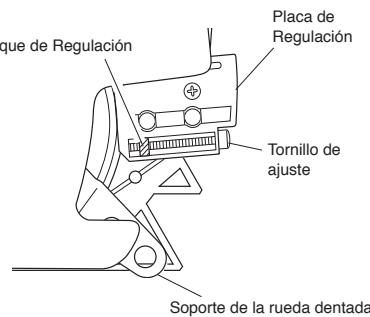

Figura 3 - *Ubicaciones de la Zona para el Ensamble de la Barra Guía*
4. Gire el tornillo de regulación en sentido antihorario (vea la Figura 3). Continúe girando el tornillo de regulación hasta que el bloque de regulación esté en la parte posterior de la placa de regulación.
1. Antes de regular la cadena, asegúrese que las tuercas de la barra guía estén solamente ajustadas a mano (Vea la Figura 3). También asegúrese que el bloque de regulación esté en el orificio ovalado de regulación de la barra guía (Vea las Figuras 4 y 5).